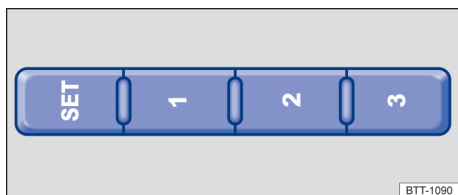

Fig. 77 Parte externa do banco do condutor: botões de memória.
- Pressionar o botão **SET** por mais de um segundo → Fig. 77.